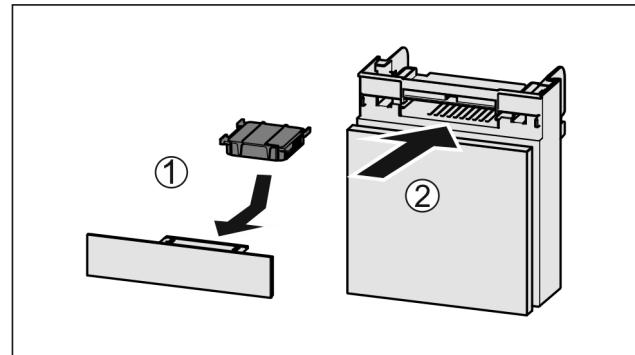

Fig. 94
- 按图装入 Fig. 94 (1) 活性炭过滤器。
- ▶ 推入 Fig. 94 (2) 抽屉。